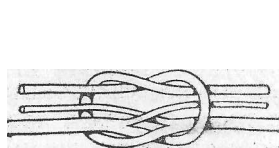

Рис. 60. Узел из прядей.
*Узел из прядей* (рис. 60). В настоящее время практического применения не имеет, так как на судах больше не скручивают пряди для собственных нужд. Для того чтобы завязать этот узел, тросы распускают на пряди, направляют навстречу друг другу и связывают обычным прямым узлом более толстые части. Оставшиеся пряди проводят в петли, как показано на рисунке. Узлом можно связывать двух- и трехпрядные тросы. Из всех узлов этот узел является самым маленьким. Но он менее прочный по сравнению с прямым узлом.